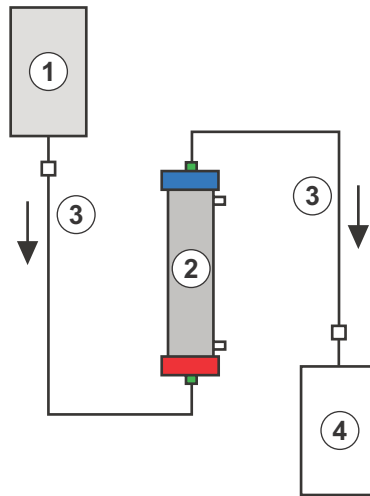

Fig. 9-11 Predisposizione per il lavaggio dell'ultrafiltro
Materiali: Vedere riferimenti a Fig. 9-11
2. Collegare la seconda linea di raccordo e la sacca di raccolta come mostrato in Fig. 9-11 all'apertura del filtro lato plasma di colore blu.